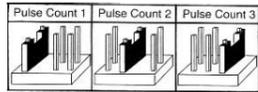

Fig. 1
**-Réglage du compteur d'impulsion :** Le compteur d'impulsion règle le nombre des zones protégées que le cambrioleur doit dépasser avant qu'une alarme se déclanche. La position du cavalier définit le réglage du compteur (Fig. 1). (Le réglage d'usine est de 2 impulsions). Compteur d'impulsion 1 pour une lentille à longue distance. Prière de prendre en considération que le cavalier doit être mis verticalement.